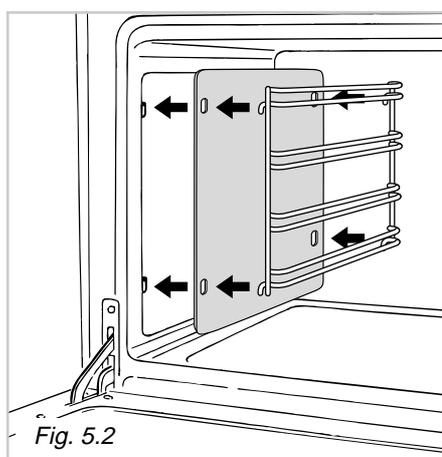

Fig. 5.2
- Nos modelos com painéis auto-limpadores de série, engate as armações laterais interpondo os painéis auto-limpadores (Fig. 5.2).